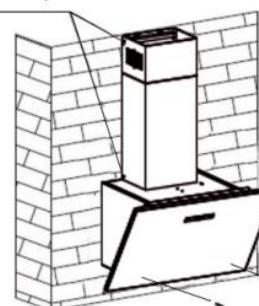

Рис. 5
4. Закрепите внутренний и внешний короба к креплениям с помощью 2 болтов (ST4*8мм). Закрепите корпус болтами (ST4*30 мм) (см. рисунок 5).